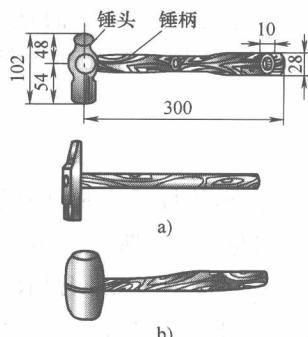

图 1-12 锤子
- 1) 图 1-12 所示为几种常用的锤子，使用锤子前应先检查锤柄是否松动。